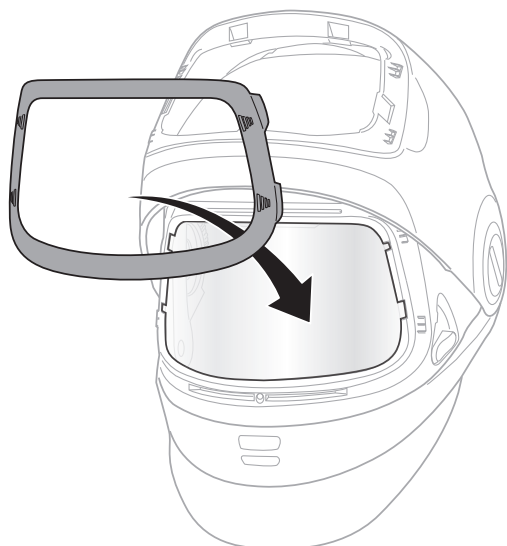

Fig. 19e
- Pour réinstaller le cadre de la visière, positionner celui-ci par-dessus la visière pour le meulage et l'engager en place aux quatre coins, en exerçant une pression ferme avec le pouce ou l'index (Fig. 19e et 19f).